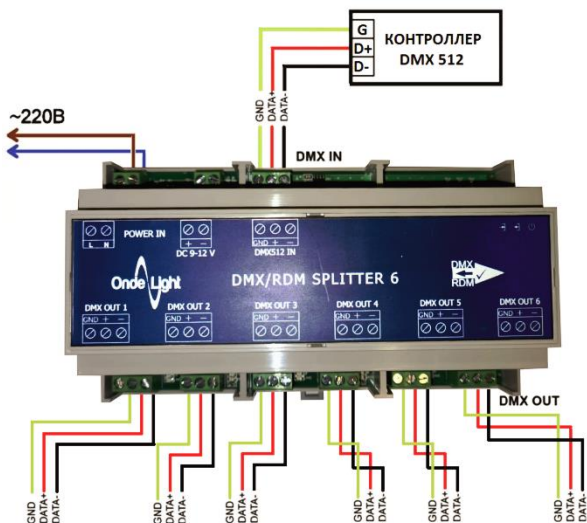

Рис.2 – Схема подключения изделия
- 4.2. Подключение изделия выполнять согласно схеме (см. рис. 2).